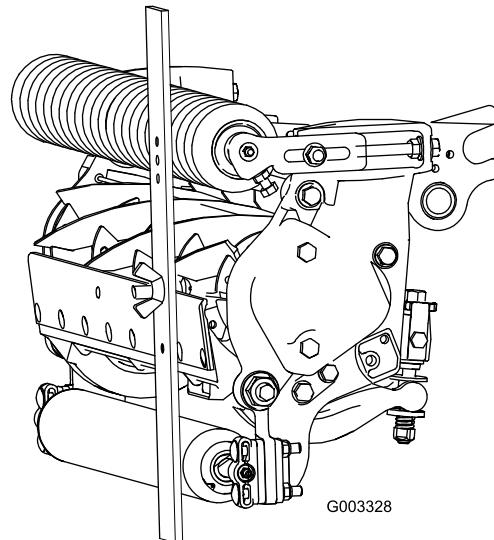

Figura 17
3. Agganciate la testa della vite sul tagliente della controlama e poggiate l'estremità posteriore della barra sul rullo posteriore (Figura 17).
4. Ruotate la vite di regolazione finché il rullo anteriore non toccherà la barra di riferimento (Figura 17). Regolate entrambe le estremità del rullo finché l'intero rullo non sarà parallelo alla controlama.